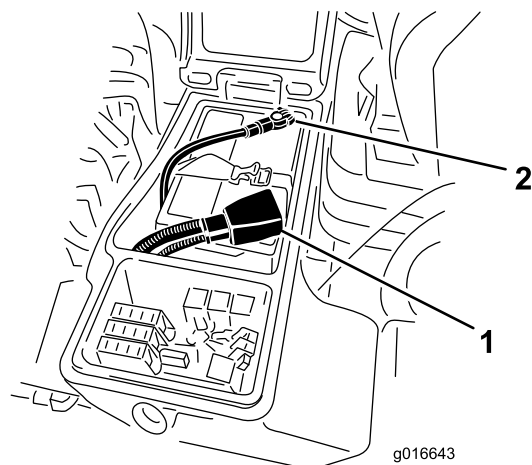

図 81
4. 赤いケーブルをバッテリーの端子に、黒いケーブルはバッテリーの端子に固定する。図 81 ケーブルはキャップスクリューとナットで各電極に確実に固定すること。プラス端子が電極に十分にはまり込んでいること、ケーブルの配線に無理がないことを確認する。ケーブルとバッテリーカバーを接触させないこと。ショート防止のために端子にゴムキャップをかぶせる。